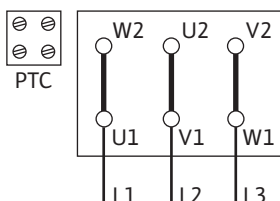
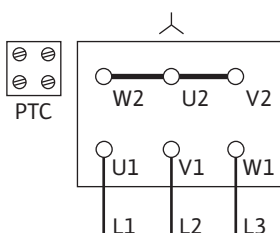

Fig. 12: Δ-Schaltung
Fig. 13: Y-Schaltung
- Der Netzanschluss ist abhängig von Motorleistung P2, Netzspannung und der Einschaltart. Erforderliche Schaltung der Verbindungsbrücken im Klemmenkasten folgender Tabelle sowie Fig. 12, 13 und 14 entnehmen.
Y-Schaltung (Fig. 13)	Δ-Schaltung (Fig. 12 oben)